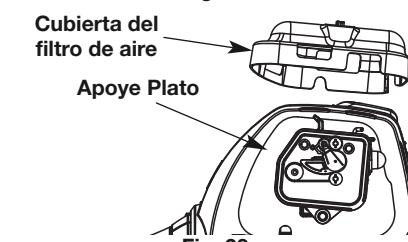

Fig. 23
- Vuelva a instalar la tapa del filtro de aire. Coloque los ganchos en la cubierta del filtro de aire hasta la parte superior de la placa posterior y baje la cubierta del filtro de aire, de manera que el tornillo del filtro de aire quede alineado con el orificio del tornillo de la placa posterior (Fig. 23).